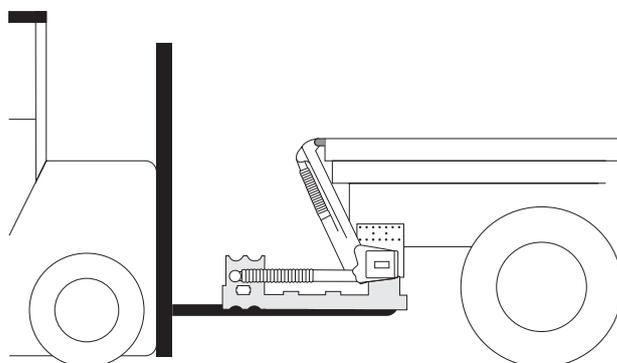

Figura 32. Utilice el embalaje del elevador y una carretilla,
7. La estructura del elevador debe colocarse lo más alta posible dentro de las medidas C indicadas. Ajustar la estructura a la altura ideal debajo del chasis. Utilice el embalaje del elevador y una carretilla, Véase la Figura 32.